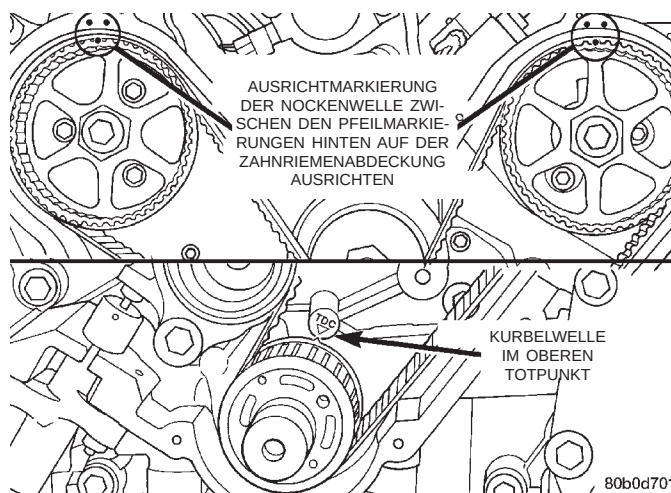

Abb. 52 Ausrichtmarkierung/Nockenwellenräder
(5) Nockenwellenräder auf der Nockenwelle montieren. Die Befestigungsschrauben der **NEUEN** Nockenwellenräder eindrehen. Die 255 mm (10 Zoll)-Schraube in die linke Nockenwelle und die 213 mm (8 3/8 Zoll) in die rechte Nockenwelle eindrehen. **Die Schrauben nicht festziehen.** Die Ausrichtmarkierung beider Nockenwellen zwischen den Markierungen auf der Abdeckung positionieren (Abb. 52) ausrichten.